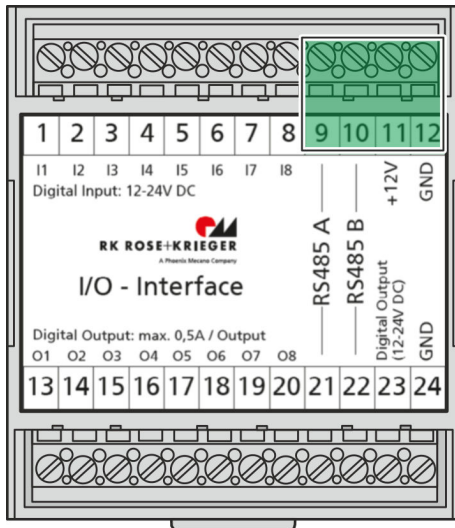

Abb. 28: Control-BUS-Kabel anschließen (Klemmen)
1. Die freiliegenden Adern des Control-BUS-Kabels mit den Klemmen (Abb. 28/■) des I/O-Interface-Moduls gemäß folgender Tabelle verbinden: